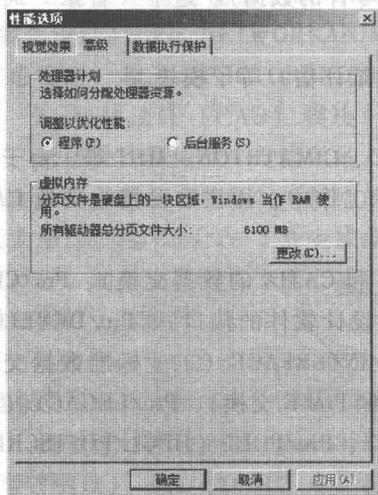

图 1-2 【性能选项】对话框
① 设置虚拟内存
(1) 在桌面上的【计算机】图标上单击鼠标右键，在弹出的快捷菜单中选择【属性】选项，打开【系统】窗口。
(2) 在【系统】窗口左侧的【控制面板主页】选项列表中选择【高级系统设置】，弹出【系统属性】对话框。
(3) 在【系统属性】对话框中，切换至【高级】选项卡。单击【性能】选项组下的【设置(S)...】按钮，弹出【性能选项】对话框，切换至【高级】选项卡，如图 1-2 所示。